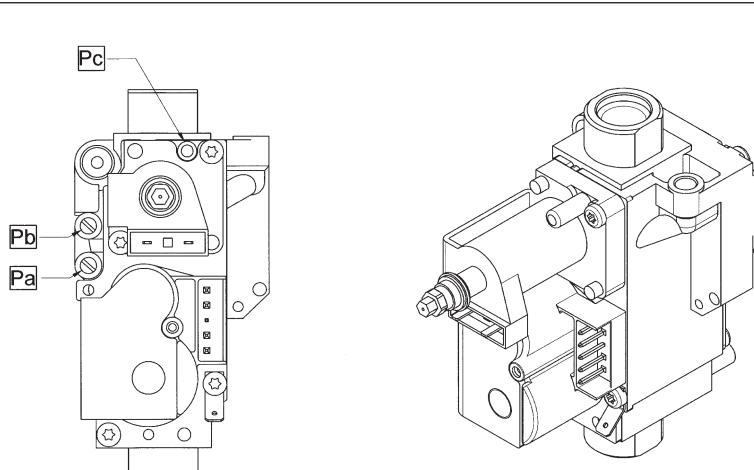

Figura 10
- Conectați priza de presiune pozitivă a unui manometru diferențial (dacă e posibil, pe bază de apă) la priza de presiune (Pb) a valvei de gaz (Figura 10). Numai pentru modelele cu cameră etanșă: conectați priza negativă a manometrului la un racord în "T" care să permită conectarea împreună a prizei de compensare a centralei, a prizei de compensare a valvei de gaz (Pc) și a manometrului. (Aceași măsurătoare poate fi efectuată prin conectarea manometrului la priza de presiune (Pb) după ce a fost scos panoul frontal al camerei etanșe.) O măsurare a presiunii la arzătoare efectuată prin metode diferite de cele descrise s-ar putea dovedi eronată, întrucât nu ar ține cont de presiunea joasă creată de ventilator în camera etanșă.
- verificați ca presiunea dinamică de alimentare a centralei, măsurată la priza de presiune (Pa) a valvei de gaz (Figura 10) să fie cea corectă (30 mbar pentru propan sau 20 mbar pentru gaz natural).
- Reglați șurubul "pmax/pmin" (figura 10) până la obținerea valorii de presiune indicate în Tabelul 1.